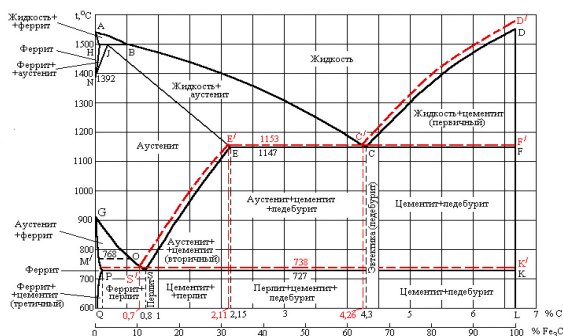

Рис. 12
1.4.1. Точка  $A_0$  ( $210^{\circ}\text{C}$ ) на диаграмме Fe - Fe3C (рис.12) характеризует...
1.4.2. Точка  $A_1$  ( $727^{\circ}\text{C}$ ) на диаграмме Fe - Fe3C (рис.12) характеризует...
1.4.3. Точка  $A_2$  ( $768^{\circ}\text{C}$ ) на диаграмме Fe-Fe3C (рис.12) характеризует...
1.4.4. Точка  $A_3$  ( $910^\circ\text{C}$ ) на диаграмме Fe-Fe3C (рис.12) характеризует...
1.4.5. Точка  $A_4$  ( $1392^\circ\text{C}$ ) на диаграмме Fe-Fe3C (рис.12) характеризует...
1.4.6. Состав фазы характеризуется точкой  $S$  на диаграмме Fe-Fe3C (рис.12) и соответствует...
1.4.7. Состав фазы характеризуется точкой  $J$  на диаграмме Fe-Fe3C (рис.12) и соответствует...